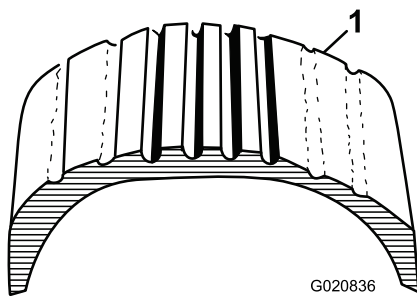
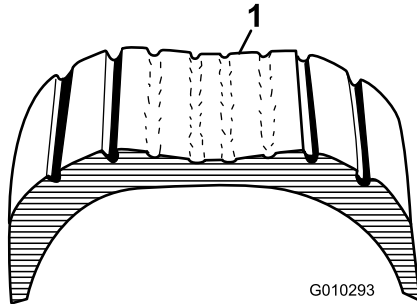

Figura 58
Figura 59
1. Inspeccione visualmente los neumáticos en busca de daños y desgaste (Figura 58 y Figura 59).